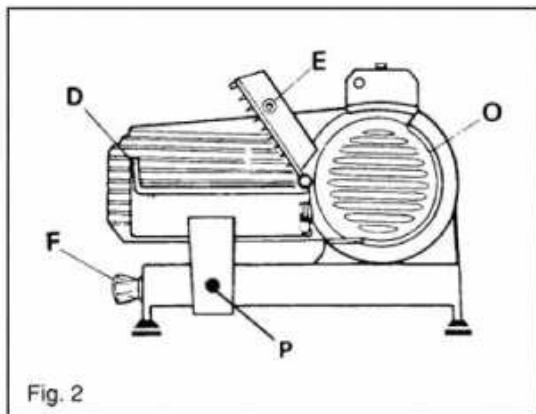
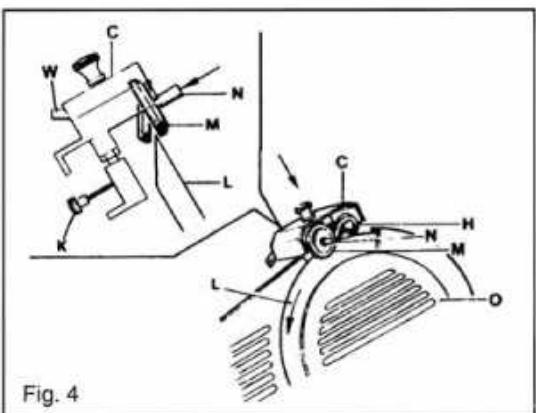

Fig. 2
Fig. 4
- d) Azionare l'interruttore (G), mettendo in moto la lama (L) e contemporaneamente premere il pulsante (W) ed entrerà in funzione la mola affettatrice (H) (Fig. 4).
- e) Togliere la sbavatura con la mola sbavatrice (M) premendo il pulsante (N) (Fig. 4). **Importante: detta operazione va eseguita per soli 2 o 3 secondi con la lama (L) in movimento.**
- f) Spegnere l'interruttore (G), rimettere il gruppo affilatoio (C) in posizione di riposo.
- Accertarsi prima di iniziare la pulizia della macchina che la manopola numerata (F) sia posizionata sullo zero. Per pulire la lama (L) togliere il coprilama (O) servendosi di apposita chiave per svitare il dado (B).
- Per pulire il gruppo piatto porta merci (D) munirsi di apposita chiave per svitare il dado (P).
- **Assolutamente non togliere o manomettere la paratia di sicurezza (Q).**
- d) Switch on (G) starting the blade (L) turns; at the same time push on button (W) and the sharpening stone (H) will start working (Fig. 4).
- e) Remove the burr by deburring stone (M) pressing button (N) (Fig.4). **Important: said operation must be made for 2 or 3 seconds only and with the blade (L) running.**
- f) Switch off (G=switch) and let down the sharpener body (C) to its original storage position.
- To clean the blade (L) remove the blade cover (O) by unscrewing knob (B) (Fig.2).
- Verify that the thickness adjusting knob (F) is positioned on zero before starting with the cleaning operation of the machine.
- **Absolutely do not remove or tamper the security bulkhead (Q).**
- d) Accionar el interruptor (G), y girando la cuchilla (L) presionaremos sobre el pulsador (W) accionando de esta forma la piedra de afilar (H) (Fig. 4).
- e) Quitearemos la rebaba con la segunda piedra (M), presionando sobre el pulsador (N) (Fig. 4). **Importante: Esta operación se realizará únicamente durante 2 o 3 segundos con la cuchilla (L) en marcha.**
- f) Desconectar la máquina por el interruptor (G), y colocar el grupo afilador en su posición anterior.
- Asegúrense antes de comenzar la limpieza de la máquina que la manivela numerada (F) esté posicio nada en el zero.
- **No cortar ni manipular la placa de seguridad (Q).**